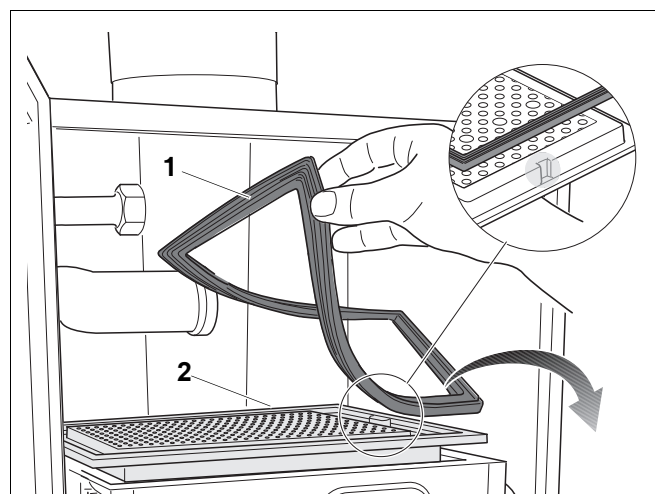
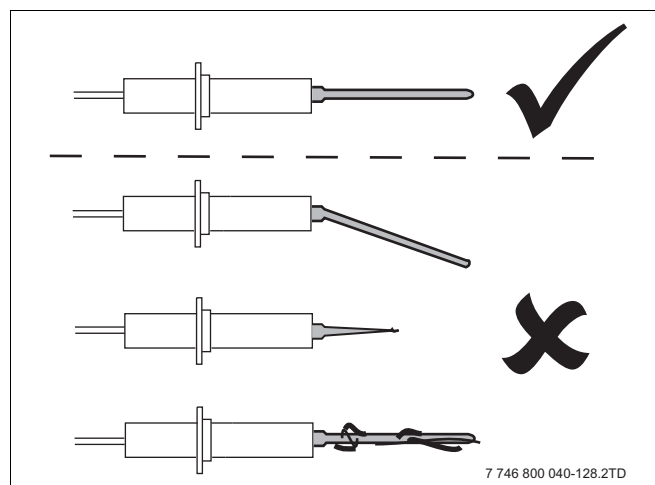

Fig. 109 Scoateți arzătorul și garnitura arzătorului
Fig. 110 Verificarea electrodului de ionizare
- Scoateți garnitura arzătorului (fig. 109, poz. 1) și înlocuiți-o dacă este nevoie.
- Scoateți arzătorul (fig. 109, poz. 2) și curățați-l pe toate părțile cu presiunea aerului sau cu o perie moale.
Fiți atenți când puneți arzătorul la loc ca partea zimțată să se afle pe partea dreaptă (fig. 109, lupă).
- Verificați componentele separate ale unității de aprindere (fig. 109) în vederea uzurii, deteriorării sau impurităților (fig. 110).